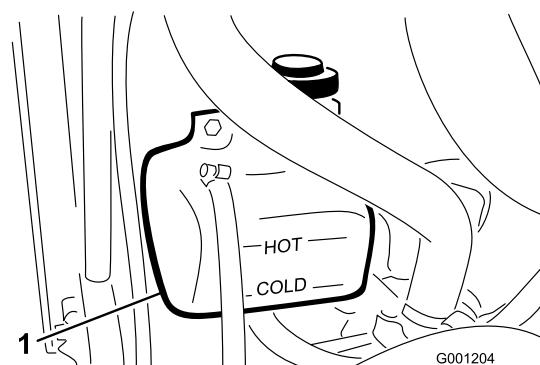

Figura 24
1. Verifique o nível de líquido de arrefecimento do depósito secundário (Figura 24). Este deve situar-se entre as marcas existentes no exterior do depósito.